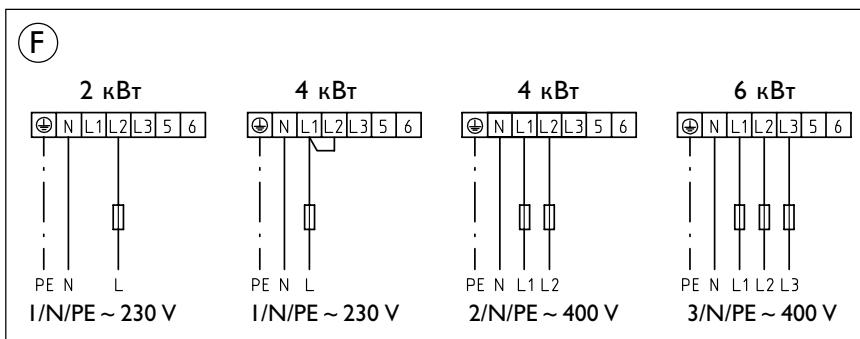

рис. 16
Также возможно использование приборов типа HFA...Z в режиме "бойлер". В этом случае температура воды не поддерживается автоматически. Каждый нагрев включается вручную с помощью кнопки быстрого подогрева на панели управления (схема подключения - см.рис.16).
- F. Подключение в режиме "бойлер" (каждое включение управляет нажатием кнопки быстрого подогрева; температура воды не поддерживается автоматически), рис.16.**